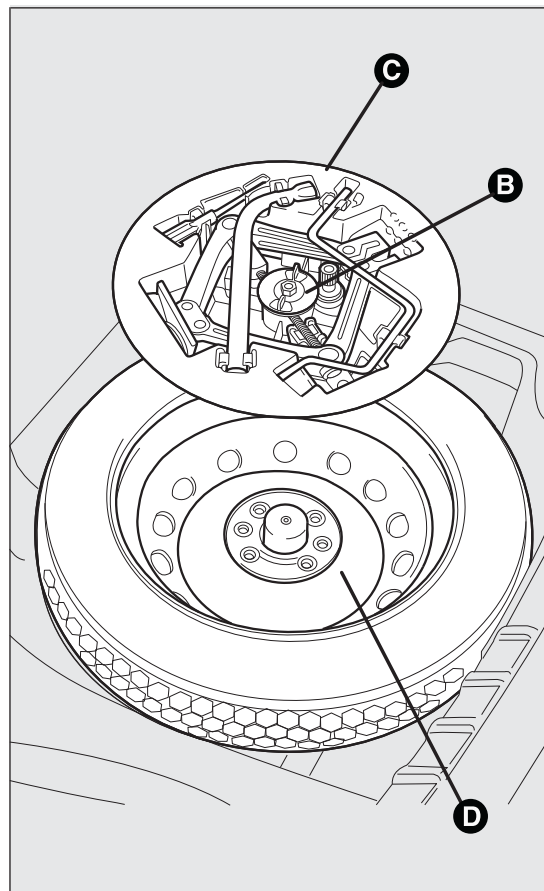

РИС. 113
- ❑ снять блокировочное устройство В РИС. 113
- ❑ достать ящик для инструментов С РИС. 113 и установить его рядом с колесом, подлежащим замене;
- ❑ извлечь аварийное колесо D РИС. 113;
- уложить аварийное колесо D РИС. 113 в соответствующий отсек в багажнике;